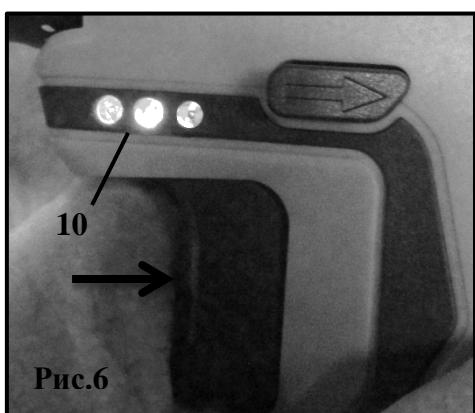

Рис.6
Шуруповёрт оборудован индикаторами уровня зарядки аккумуляторной батареи (10)(рис.6).